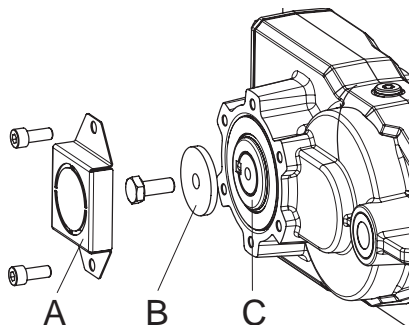

Fig. 167 Controllo dell'aderenza della rondella al motoriduttore
- Svitare la protezione dal contatto [A]. Verificare che la rondella [B] aderisca al motoriduttore [C]. Se la rondella non aderisce, colpire con cautela l'albero con martello e spessore in legno fino a che la rondella non aderisce al motoriduttore [C] – Fig. 167.